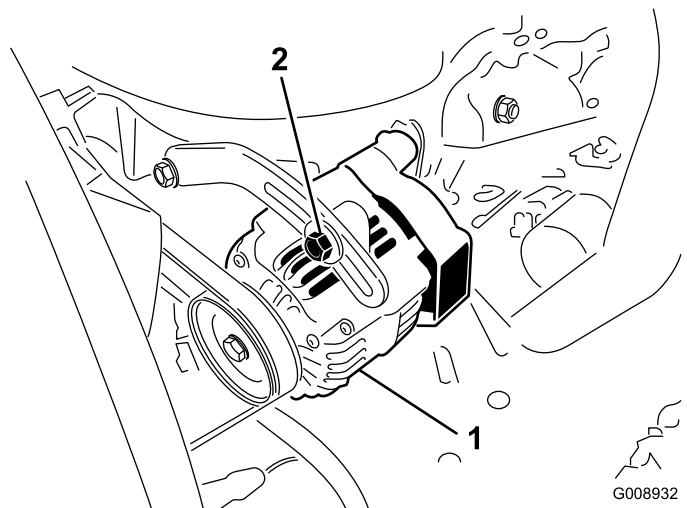

Figura 79
2. Se l'inflessione non è di 10 mm, allentate i bulloni di fissaggio dell'alternatore (Figura 79).